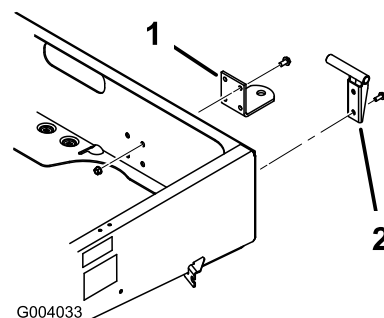

Figura 8
2. Alinhe o engate pelos orifícios de montagem no chassis. Fixe o engate com os parafusos e as porcas (Figura 8).
2. Monte o apoio de articulação esquerdo no canto posterior esquerdo do chassi com 2 parafusos de cabeça flangeada (3/8 x 1 polegada). Aparafuse os parafusos a 22 Nm. Coloque o apoio (Figura 8).